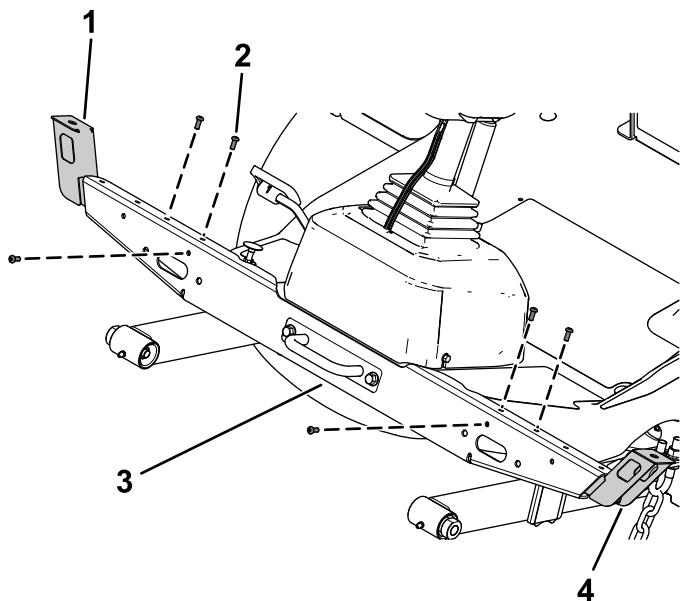

Figura 19
3. Fije el bastidor de la luz izquierda y el bastidor de la luz derecha en el bastidor transversal de luces con 3 pernos de cabeza de botón ( $\frac{1}{4}'' \times \frac{5}{8}''$ ) a través de las tuercas rápidas a cada lado (Figura 19).